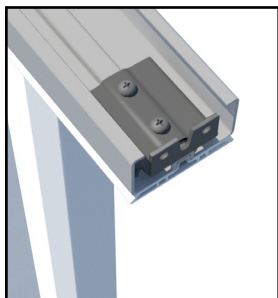

Fig. 10
- Montez les supports à environ 1/16 po pour éviter qu'ils éraflent les poteaux en vinyle ou les autres poteaux existants lorsque vous glisserez la balustrade. (Voir la Fig. 10.)